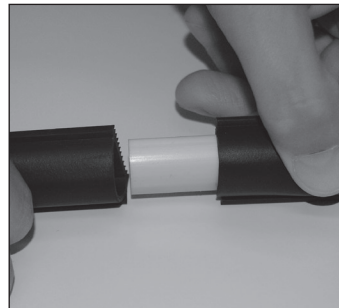
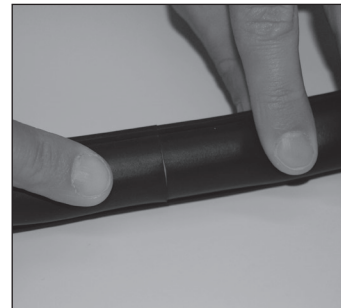

Figura 6
Figura 6a
- Instalar el conector de plástico suministrado con el Dique de agua en los dos extremos del dique de agua de modo que no haya espacios entre los extremos. **Figura 6 y Figura 6a**